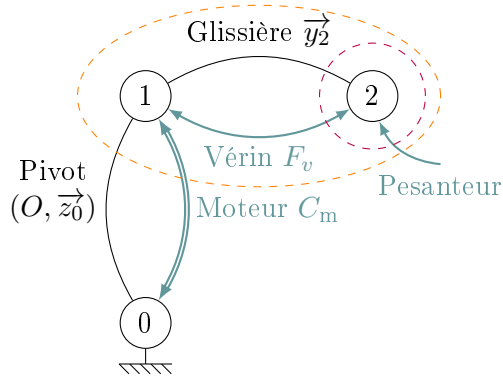

FIGURE 3 – Exemple d'une chaîne ouverte
**Exemple** : pour la chaîne ouverte de la FIGURE 3